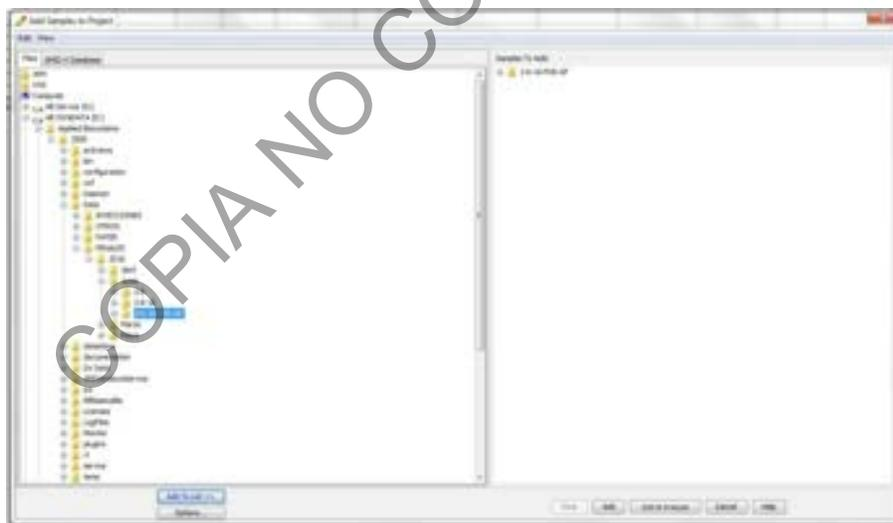

Figura 43 Pantalla Add Samples to Project.
7.17.6 Se despliega una pantalla (ver figura 43). Aquí debe seleccionar: "**Computer**", luego debe seleccionar la unidad donde respaldó el proyecto original (disco extraíble personal tipo USB). A partir de aquí, debe de localizar su proyecto. Cuando lo haya hecho, seleccione todas las muestras que analizó y haga click en el ícono "**Add to List**". Posteriormente, haga click en "**Add & Analyze**" (ver parte inferior derecha de la figura 45).